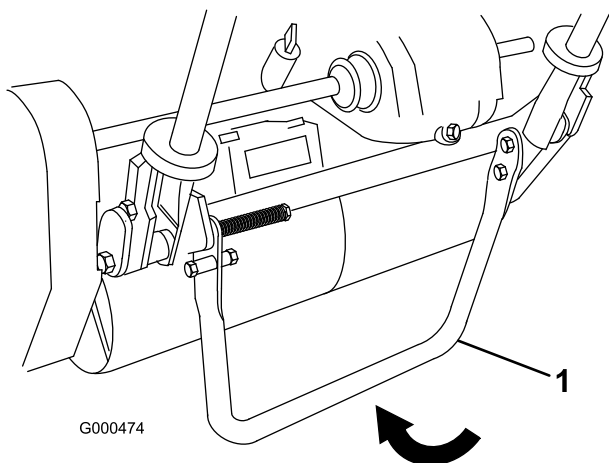

Figura 9
1. Con il piede, abbassate il cavalletto, quindi alzate il sostegno della stegola finché il cavalletto non gira in avanti, sopra il centro (Figura 9).